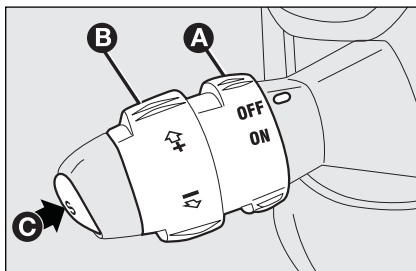

Рис. 54
Поверните поворотный переключатель **A**, см. **рис. 54** в положение "ON".
- Установите поворотный переключатель **A**, см. **рис. 54** в положение "ON" и нажимайте на педаль акселератора для достижения необходимой скорости;
- нажмите кнопку **C**, см. **рис. 54**.
- поверните поворотный переключатель **B**, см. **рис. 54** в положение "+" и отпустите затем.
- поворачивайте поворотный переключатель **B**, см. **рис. 54** в положение "-", пока не будет достигнуто необходимое значение скорости, которое будет автоматически занесено в память.
Поверните поворотный переключатель **A**, см. **рис. 54** в положение "OFF" или ключ в замке зажигания в положение "STOP". Происходит отключение круиз-контроля, если происходит одно из следующих событий:
В случае неисправности или отказа круиз-контроля поверните поворотный переключатель **A**, см. **рис. 54** в положение "OFF" и при необходимости после проверки предохранителей обратитесь на станцию технического обслуживания Fiat.